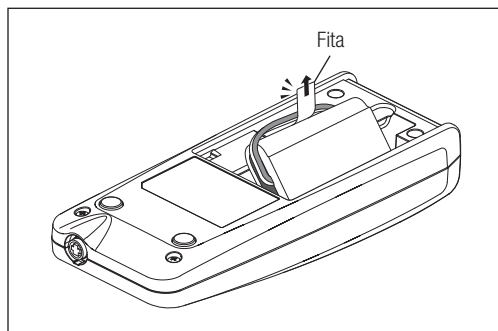

Fig. 7
- 4) Retire o conjunto das pilhas puxando a fita que está fixada nele. (Fig. 7)